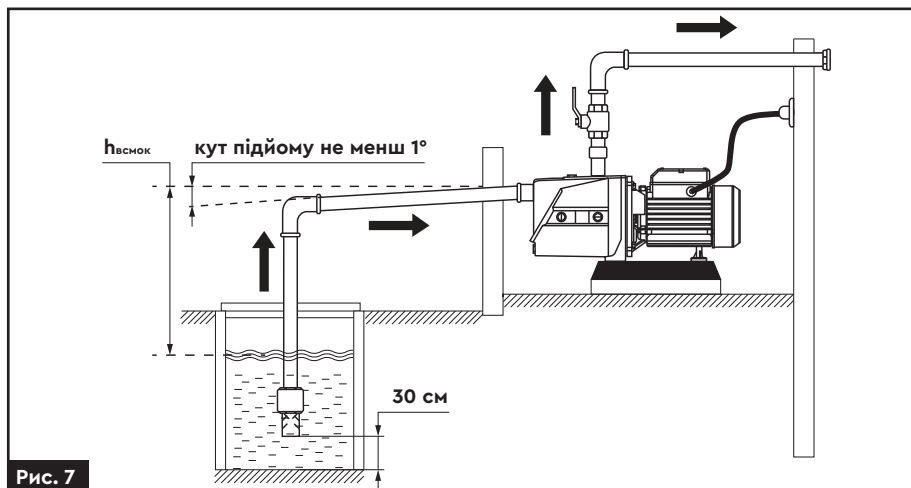

Рис. 7
- Для запобігання потрапляння піску і каміння в насосну частину, встановіть зворотний клапан з фільтром грубого очищення, вертикально на відстані 30 см від дна водного резервуару (**рис. 7**).
йому труби від джерела водозабору до насоса (не менше 1°) для виключення скупчення повітря та утворення повітряних пробок (**рис. 7**).